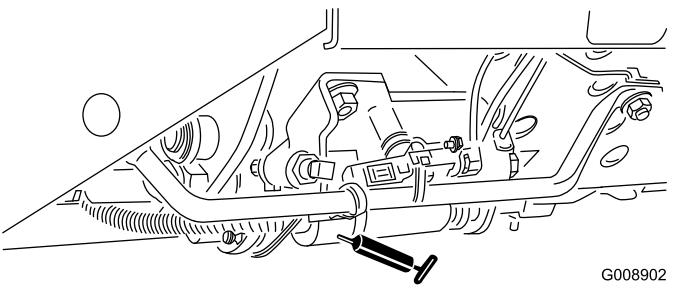

Figura 47
- Patilha Corte/Transporte (Figura 47)